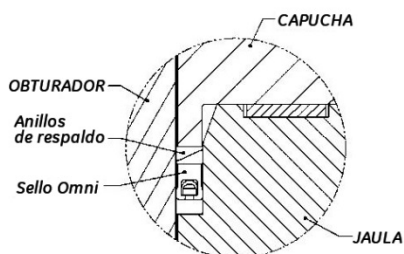

Figura 7b. Caudal para cerrar
2. Lubrique ligeramente el sello (14), los anillos de apoyo (22), el obturador superior y la ranura de sello con Dow Corning 111 o su equivalente.
4. Ubique los dos anillos de apoyo sobre el obturador y contra el sello Omni, como se ilustra. (Consulte la Figura 7b).